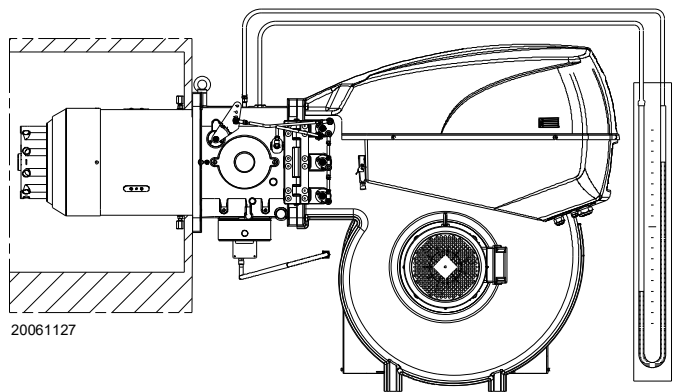

Fig. 24
- Montar un manómetro en U o un manómetro de tipo diferencial (Fig. 24), con toma (+) en la presión del gas del manguito y (-) en la cámara de combustión. Se utiliza para medir la potencia MAX aproximada del quemador.
La llegada de gas al manguito puede observarse en el manómetro en U (Fig. 24).